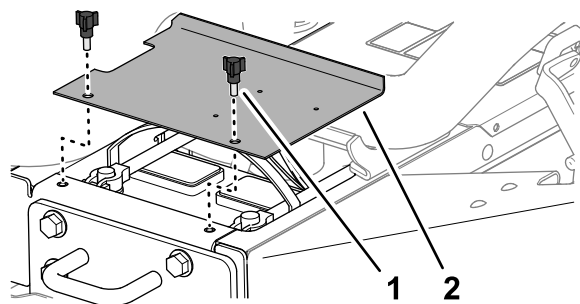

Рисунок 57
1. Отпустите защелки на левой и правой сторонах капота (Рисунок 57).